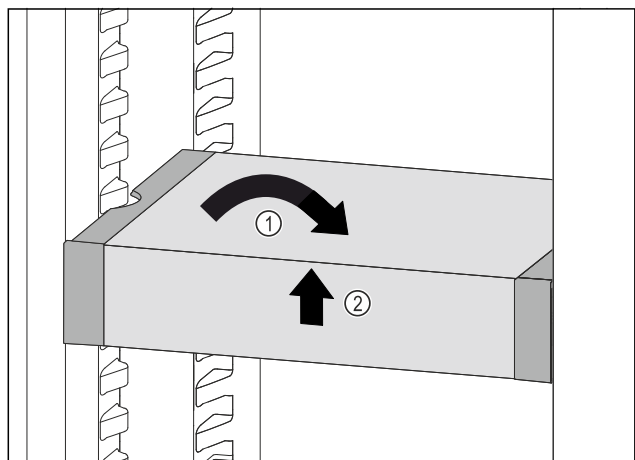

Fig. 100
- ▶ Вирівняти VarioSafe. Fig. 100 (1)
- ▶ Підняти VarioSafe спереду. Fig. 100 (2)